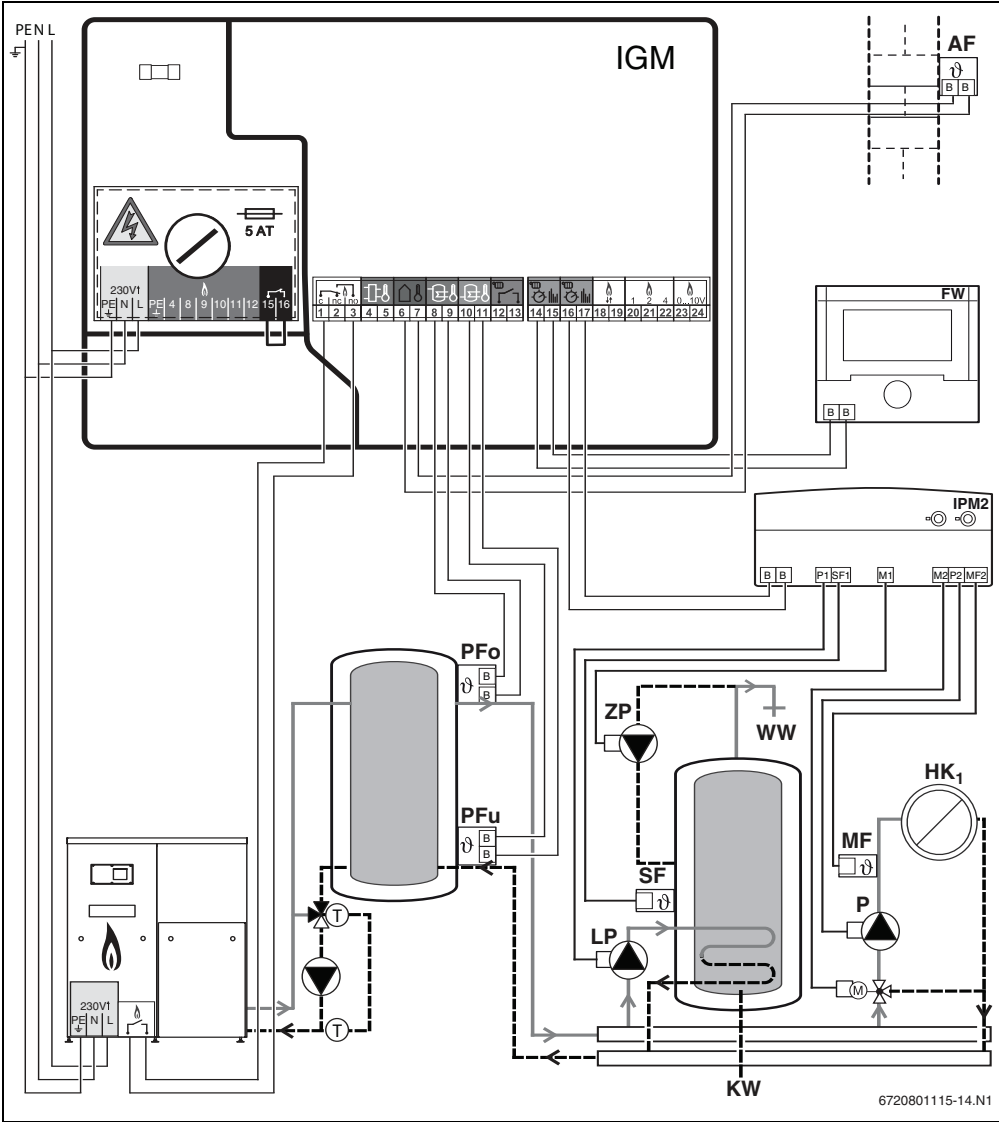

Fig. 13 Schema elettrico di collegamento di base con accumulo inerziale
Collegare la sonda di temperatura del circuito di mandata VF fornita sempre con il modulo IGM per la gestione del generatore sprovvisto di sistema del sistema bus a 2 cavi. Nella configurazione I e II questa sonda è da intendersi come «sonda del circuito di mandata». Nella configurazione III e IV questa sonda serve solo per il funzionamento/gestione dell'apparecchio sprovvisto di sistema bus a 2 cavi e occorre collegare un'altra «sonda del circuito di mandata» presso il modulo ICM. Collegare la sonda presso il modulo IGM, il più vicino possibile alla mandata della caldaia sprovvista del sistema bus a 2 cavi. Se l'installazione comprende un compensatore idraulico (HW), la sonda VF va possibilmente posizionata nel compensatore idraulico. Se l'installazione è dotata di un accumulo inerziale, la sonda PFO va montata nell'area superiore dell'accumulo inerziale e la sonda PFu opzionale, nell'area inferiore dell'accumulo (→ paragrafo 2.7.1, pag. 33 e fig. 13, pag. 40). Se non è collegata una sonda di temperatura sul circuito di mandata o una sonda PFO viene inviato un messaggio di errore.